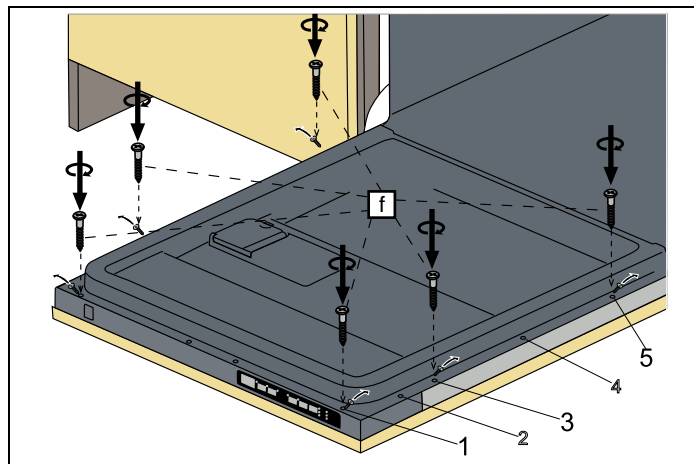

Fig. 27
- 6) Los tornillos situados en la puerta de madera se ajustan al lavavajillas en las descargas situadas en la lámina exterior de la puerta y se montan como se muestra en Fig. 27 .
- 7) Como se muestra en Fig. 27 , se instalan los tornillos \emptyset 5/32" x 53/32" \emptyset (4 mm x 42,5 mm) en las posiciones I, III y V.